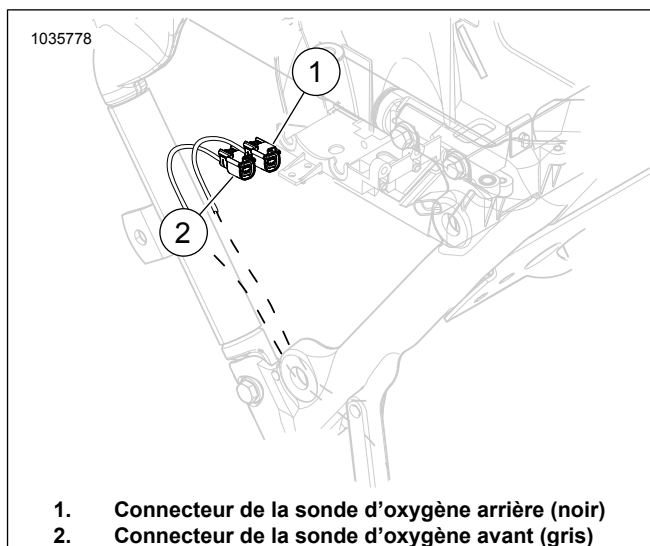

Figure 10. Emplacement des sondes d'oxygène avant et arrière
Consultez Figure 10. Débranchez les connecteurs des sondes d'oxygène chauffantes avant (2) et arrière (1).